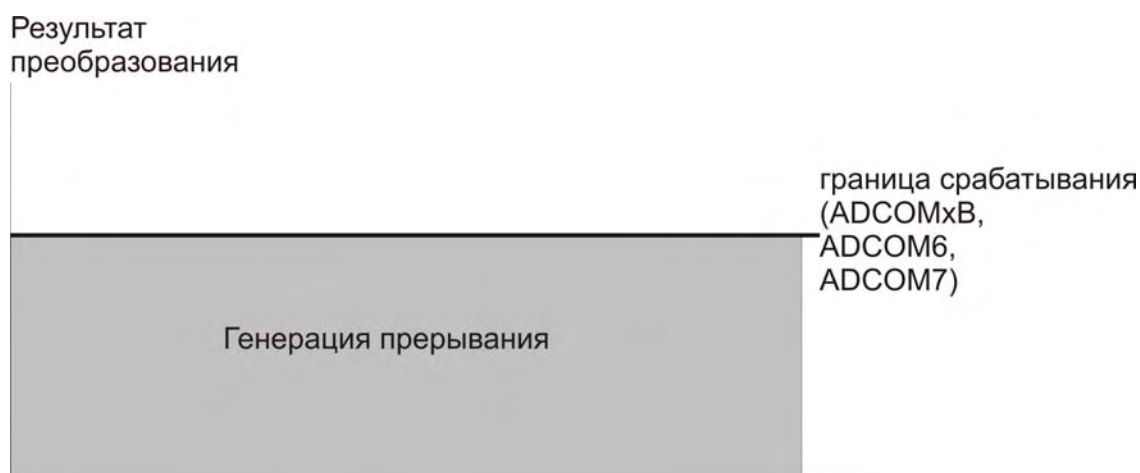

Рисунок 16.17 – Срабатывание компараторов по нижней границе
- генерация прерывания в случае, если результат преобразования меньше, либо равен заданному значению (рисунок 16.17);
ADXCTL	Биты управления типом отслеживаемых событий цифровым компаратором для АЦП: 00 – срабатывание компаратора по нижней границе (рисунок 16.17); 01 – срабатывание компаратора по верхней границе (рисунок 16.18); 10 – срабатывание компаратора по выходу из диапазона (рисунок 16.20, только для АЦП 0 – 5); 11 – срабатывание компаратора по попаданию в диапазон (рисунок 16.19, только для АЦП 0 – 5)
Биты ADXINTEN разрешают генерацию прерывания соответствующим компаратором в блоке цифровых компараторов. Для разрешения надо записать единицу в нужный бит. Флаги ADXFLAG показывают, условия какого компаратора сработали. Так как по умолчанию после сброса все компараторы настроены на фиксацию момента выхода за пределы или равенства результата преобразования нижней границы (рисунок 16.17), а значение результатов всех преобразований и значения нижних границ в начальный момент равно 0000h, то биты AD0FLAG и AD4FLAG автоматически после сброса устанавливаются в состояние логической единицы.